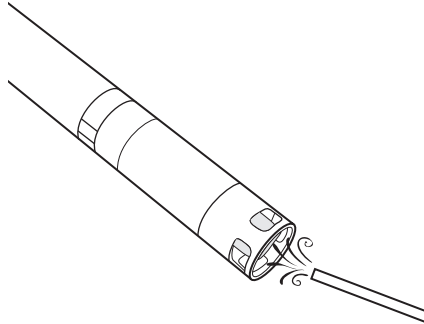

Abbildung 73 Wartung des Ammonium- und Chlorid-Sensors
1. Reinigen Sie den Ammonium- oder Nitrat-Sensor vorsichtig mit einem leichten Strahl entmineralisierten Wassers oder durch Spülen in Alkohol und anschließendem Einweichen in einer hochwertigen Standardkalibrierungslösung (Abbildung 73).